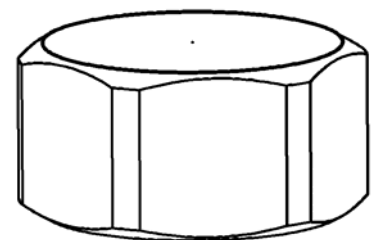

Рис. 46
- используя, как и в предыдущем случае, команды вращения и пересечения, получим заготовку для гайки первого исполнения (рис. 46).